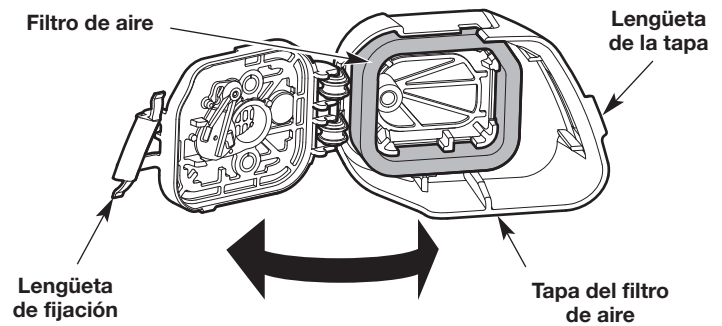

Fig. 23
1. Abra la cubierta del filtro de aire: Enganche sus dedos detrás de la lengüeta de la tapa. Para destrabar la tapa del filtro de aire, jale hacia la izquierda y lejos del motor. Es posible que deba jalar firmemente. Gire la cubierta del filtro de aire hacia la derecha (Fig. 23).
2. Extraiga el filtro de aire del interior de la cubierta del filtro de aire (Fig. 23).
6. Reinstale el filtro de aire dentro de la cubierta del filtro de aire (Fig. 23).
7. Cierre la cubierta del filtro de aire: Gire la cubierta del filtro de aire hacia la izquierda y oprímala para cerrarla hasta que la lengüeta de fijación entra a presión en su lugar (Fig. 23).